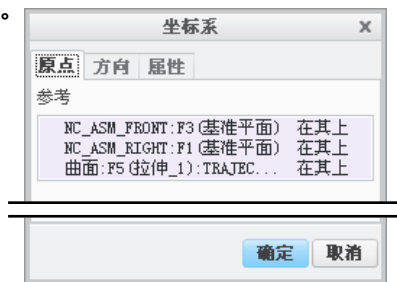
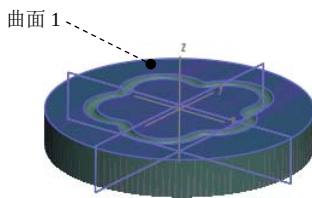

图 3.6.5 “坐标系”对话框
图 3.6.6 坐标系的建立
Step5. 机床坐标系设置。在“操作”操控板单击  按钮，在弹出的菜单中选择  命令，系统弹出图 3.6.5 所示的“坐标系”对话框。按住 Ctrl 键依次选择 NC_ASM_FRONT、NC_ASM_RIGHT 基准平面和图 3.6.6 所示的曲面 1 作为创建坐标系的三个参考平面，单击  按钮完成坐标系的创建，返回到“操作”操控板。